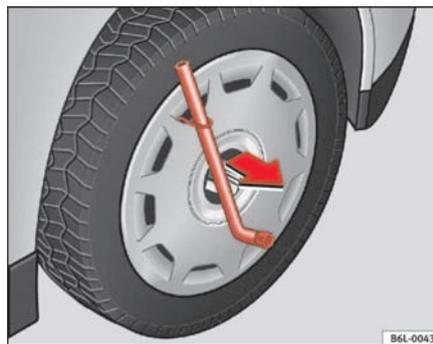

Abb. 132 Die Radvollblende vom Rad abnehmen.
- Die Radvollblende6) mit dem dem Drahhaken abnehmen ⇒ Abb. 132